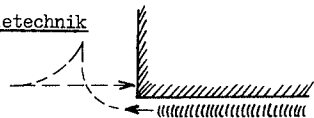

Fig. 19
b) Parzellen in Schichtenlinie (Fig. 19)